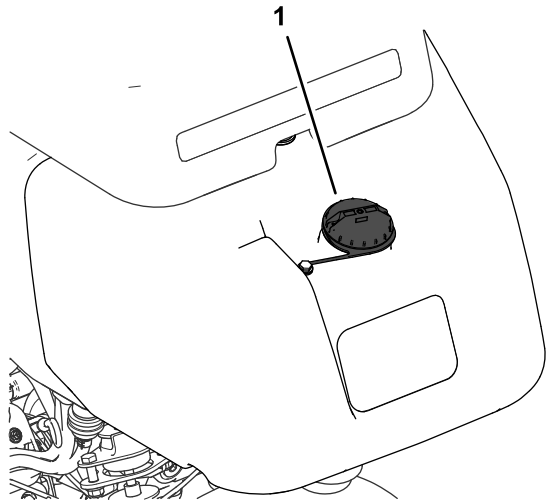

図 27
1. 燃料キャップの周囲をきれいに拭いてキャップを外す 図 27。